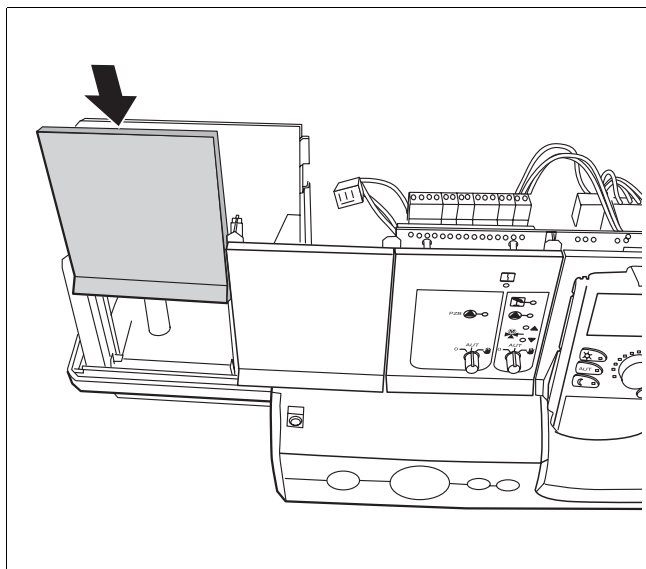

Fig. 11 Insérer la plaque obturatrice
- Si vous ne mettez pas de nouveau module en place, fermez l'ouverture par une plaque borgne (fig. 11).